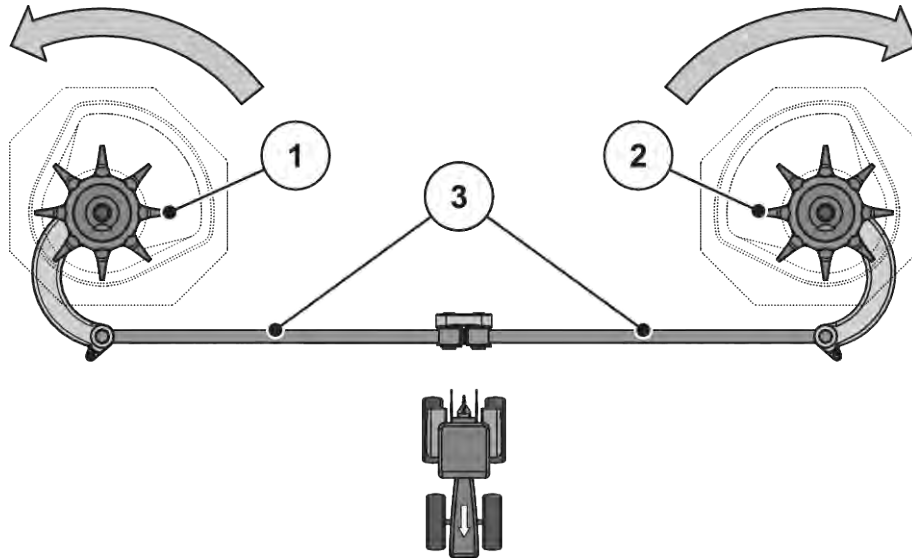

Abb. 53: Rührwerksantrieb prüfen
- Rührkopf von Hand **in die Drehrichtung der Wurfscheibe** drehen. Siehe Abb. 53 Rührwerksantrieb prüfen.
- Rührkopf von Hand oder mithilfe eines Ölfilterbandes kräftig **gegen die Drehrichtung der Wurfscheibe** drehen. Siehe Abb. 53 Rührwerksantrieb prüfen